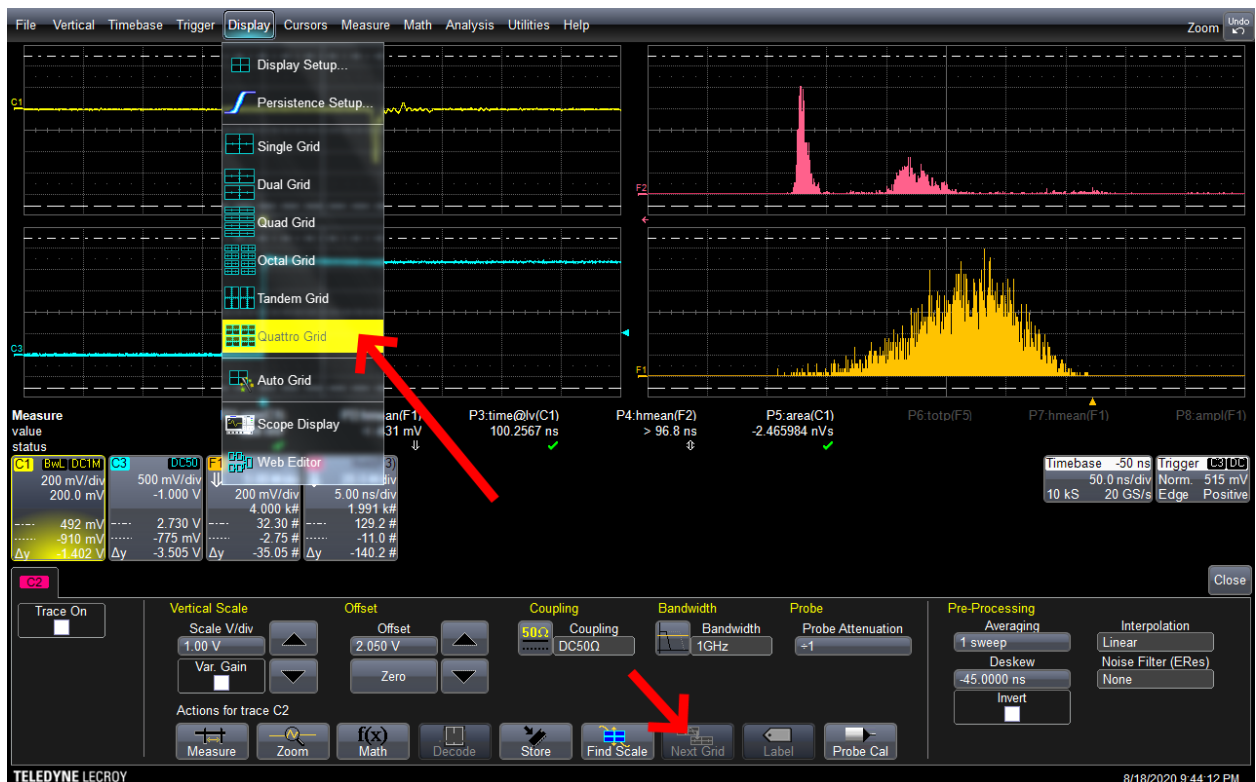

Рис. 28. Работа с осциллографом
11.4. Для того, чтобы гистограммы не накладывались друг на друга и на сигналы, можно разделить окно осциллограмм на 4 части, и переключать конкретные каналы/функции между окнами кнопкой «Next Grid» (см. Рис. 28)